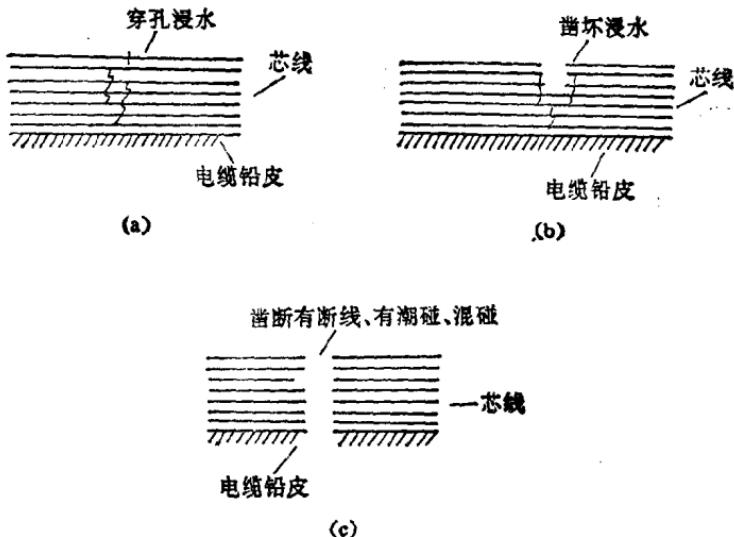

图 1-10
一根电缆大多数芯线出现地气、碰线、混线等综合性故障，称全潮碰障碍。因此，在这种障碍中，除鸳鸯线外，其他障碍特性都可能出现。具体表现如下：(1) 电缆芯线全部地气碰线或电缆芯线大多数混线碰线，如图 1-10(a) 所示；(2) 电缆芯线有地气碰线，又有断线，如图 1-10(b) 所示；(3) 电缆芯线一端全部潮碰，另一端全部断线或部分断线，如图 1-10(c) 所示。